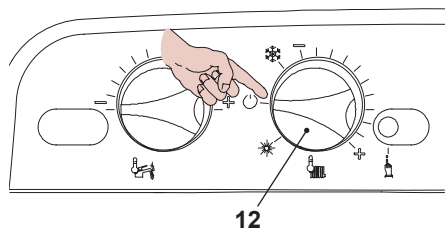

Fig. 8.13
- Per uscire dalla programmazione posizionare il selettore di funzione 12 in "U" (Fig. 8.13), oppure togliere alimentazione elettrica alla caldaia.